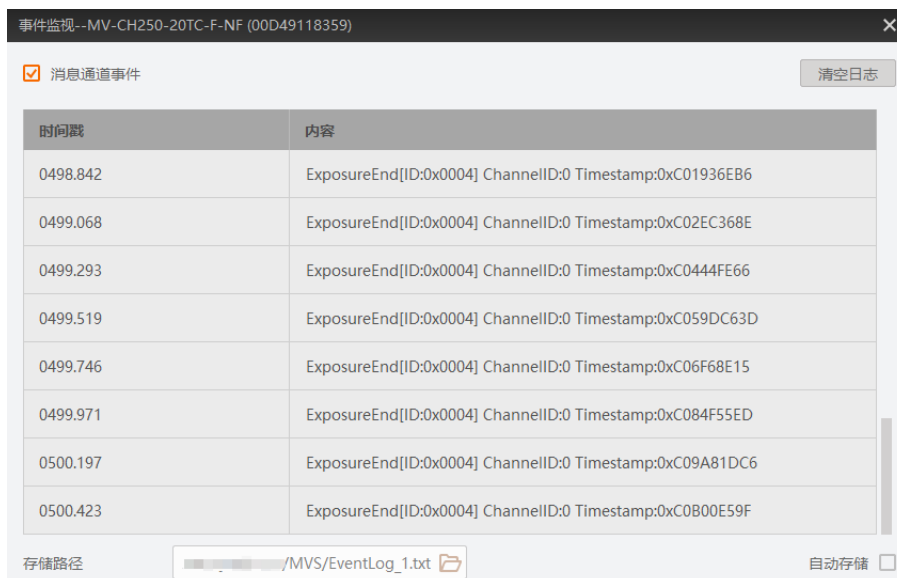

图8-10 事件监视界面
5. 相机开始预览后可以查看实时的事件信息，如图 8-10 所示。